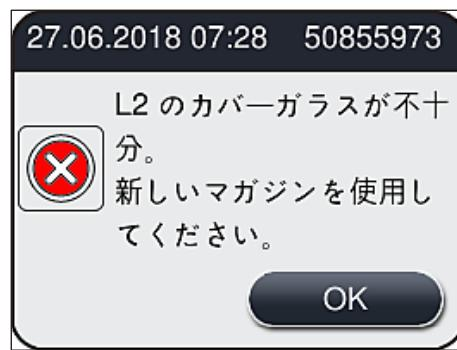

図54
- いずれかの消耗品が切れていると、対応する警告メッセージが表示されます（例：（→ 図54））。